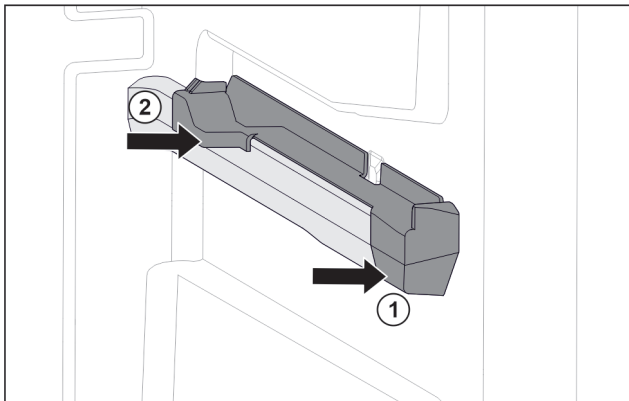

Fig. 76 Insteeklement op rechter containerrib
- ▶ Insteeklement voor tegen containerrib plaatsen. Fig. 76 (1)
- ▶ Insteeklement achter aandrukken. Fig. 76 (2)